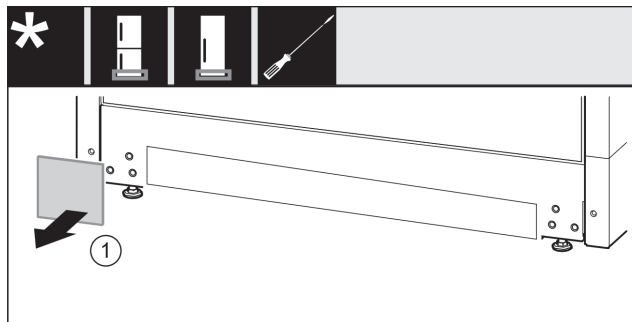

Fig. 14
- ▶ Tag afdækningen Fig. 14 (1) af.